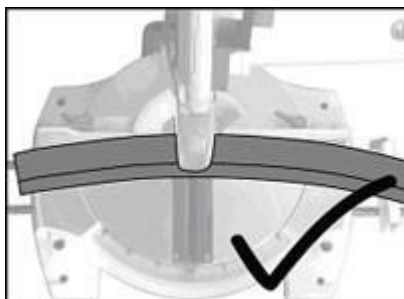

Рис. 10
Снимите защитный кожух диска пилы (B, рис.10) для чего освободите оба винта (A) на стороне защитного кожуха.
Кривые или изогнутые заготовки должны быть установлены так, чтобы точка распила заготовки упиралась в упор для заготовки (Рис. 10).